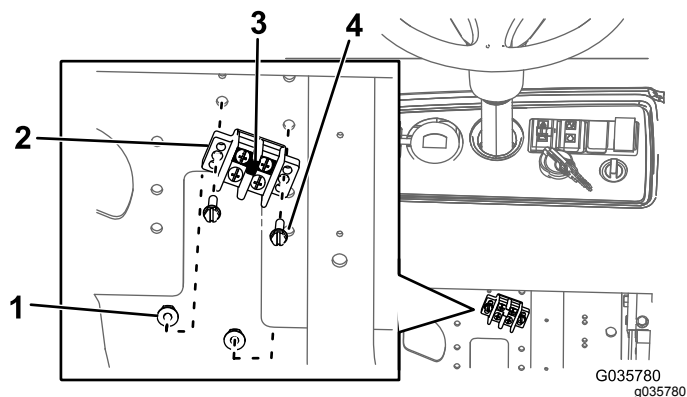

図 14
- A. ジャンパストリップをアース用ブロックに接続する図 14。
- B. アースブロックをマウントプレートに取り付けるボルト#10 x 3/4 インチ2本とナット#102個を使って 図 14 のように取り付ける。